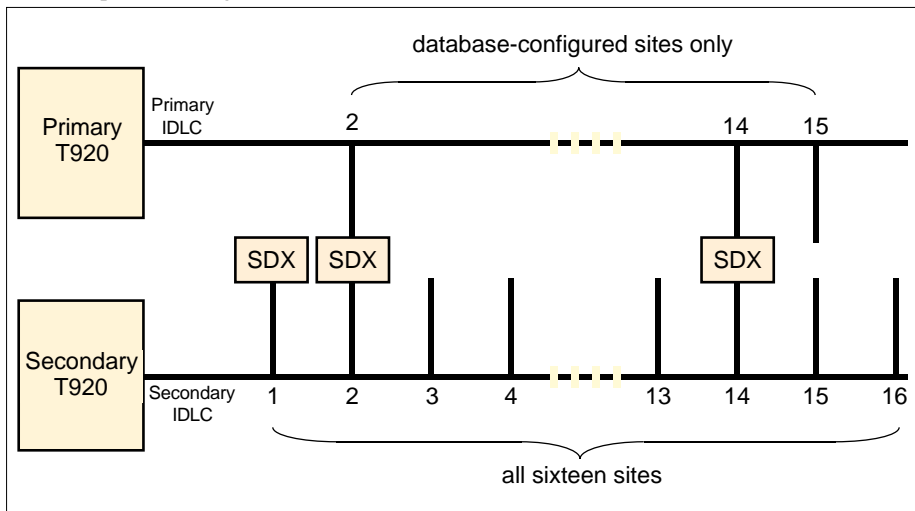

Figure 12-5 Exemple de communications IDLC & SDX (schéma)
La partie supérieure de la figure 12-5 montre comment l'IDLC du T920 primaire n'accède qu'aux sites configurés dans la base de données, c'est à dire uniquement les sites 2, 14 et 15 dans cet exemple. Les sites 2 et 14 sont indiqués comme étant HEALTHY (OK) (*Finger₂* et *Finger₁₄* = "bas"). Le site 15 est indiqué comme étant UNHLTHY (défaut) (*Finger₁₅* = "haut"), dans la mesure où le SDX attendu est manquant ou ne fonctionne pas correctement. Tous les autres sites sont indiqués comme étant UNHLTHY par défaut, puisqu'ils n'ont pas été configurés dans la base de données.
La partie inférieure de la figure 12-5 montre comme l'IDLC du T920 secondaire accède à tous les sites entrées/sorties, et non pas simplement aux sites configurés. Les sites 1, 2 et 14 sont indiqués comme étant HEALTHY (OK) (*Finger_1*, *_2* et *14* = "bas"). Les sites inoccupés restants sont indiqués comme étant UNHLTHY (en défaut) par défaut.